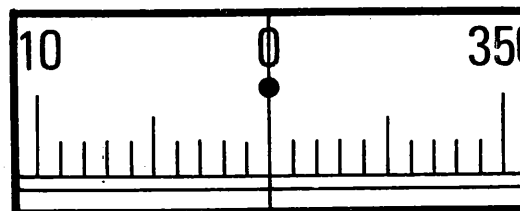

図4.4
- 2) A点を視準し、水平目盛盤窓⑪を見ながら水平目盛盤回転リング⑩を回して 0° に合わせます。(図4.4)